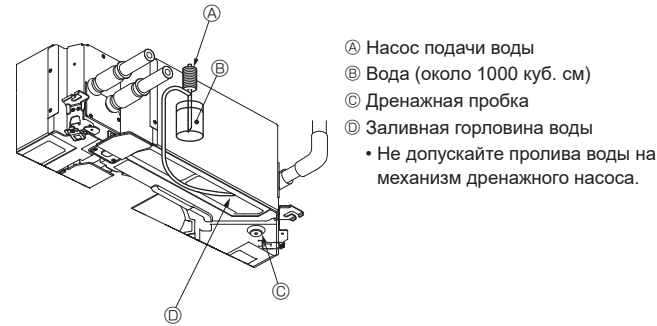

Fig. 7-6
7.4. Проверка дренажа (Fig. 7-6)